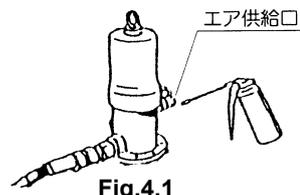

Fig.4.1
- 2) エア供給口に Fig.4.1 のように潤滑油を数滴（約 0.5 ml）注入します。